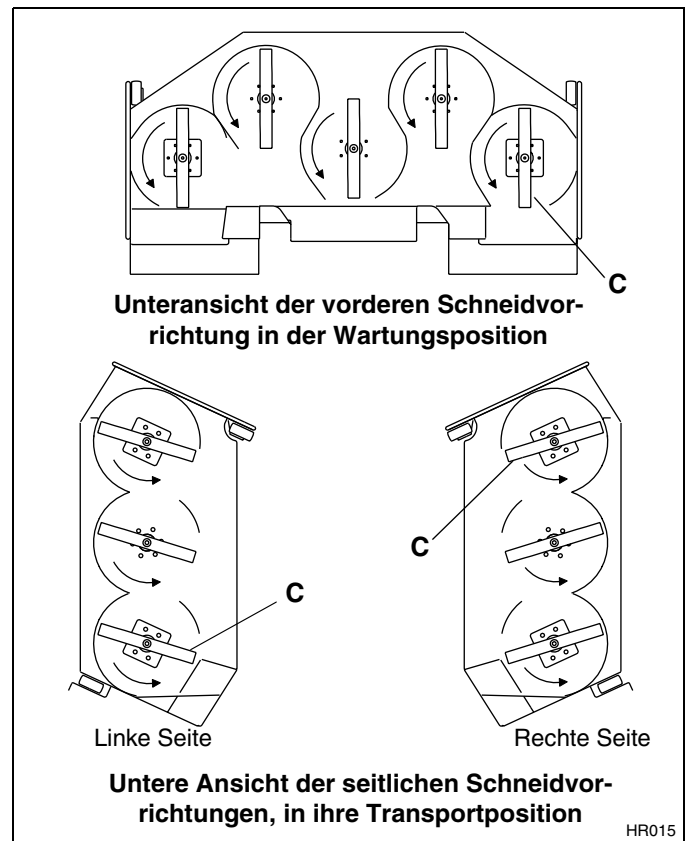

Abbildung 4C
5. Die Klinge an der Mähvorrichtung anbringen. Die Klingen so anbringen, daß die Schneidkanten (C) in Drehrichtung zeigen, wie in Abbildung 4C gezeigt. Abgeschrägte Schneidkanten der Klinge müssen in Richtung Deckgehäuse zeigen.